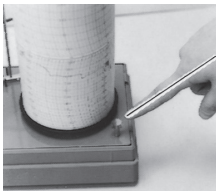

図6. 1日用歯車
- ②本体ベース上に1日用の歯車に取り付けてあります。〈図6〉